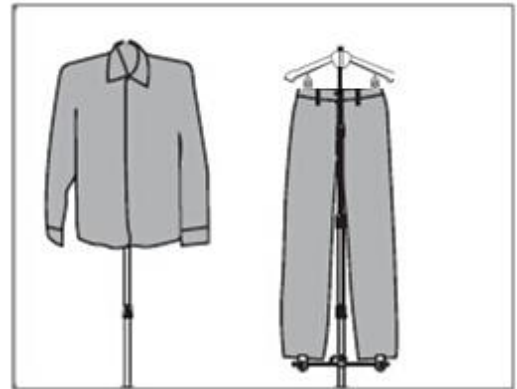

Abb. 22
- Der Hosenspanner wird Ihnen helfen das Kleidungsstück (T-Shirt oder Hose) für ein besseres Ergebnis zu befestigen. (Abb. 22)